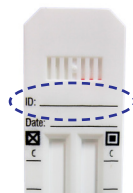

Figura 7. Zona identificación del sujeto
3. Mientras el sujeto realiza la recolección de la muestra se deberá escribir la identificación del mismo en la parte frontal de la tarjeta de diagnóstico en el espacio destinado para ello (Figura 7).